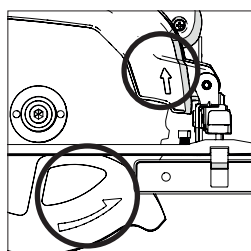

Рис. 6
- Стрелки направления вращения, напечатанные на лезвии, должны соответствовать стрелкам направления вращения, расположенным на ограждениях верхней и нижней части диска. (Рис. 6)